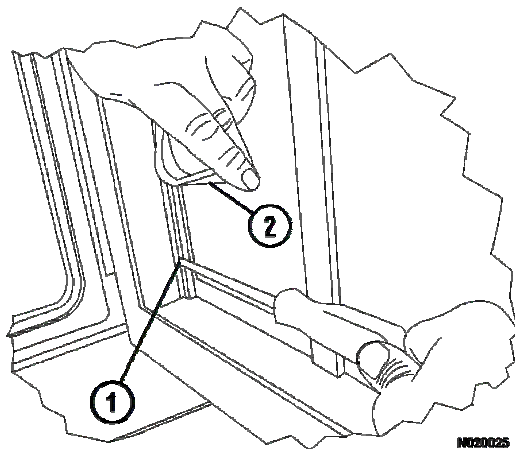
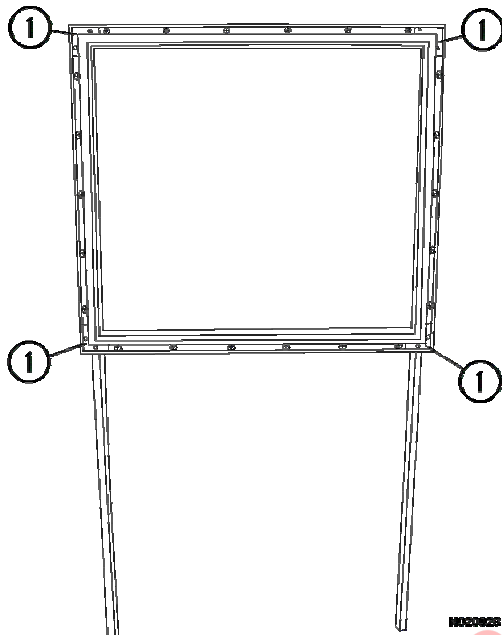

FIGURA 2-10
FIGURA 2-13
9. Saque el perno del extremo inferior de las canales de la ventana. Es necesario sacar el inserto de fieltro de goma (2, Figura 2-10) de la canal para poder sacar los pernos.
13. Antes de instalar un vidrio nuevo, inspeccione el marco de la ventana. En cada esquina hay un soporte en "L" (1, Figura 2-13) con dos pernos que sostienen las esquinas del marco. Inspeccione los pernos para asegurarse que estén apretados. Asegúrese también que el inserto de fieltro de goma (2, Figura 2-10) en las canales de la ventana esté en buen estado. Si es necesario, reemplácelo.
17. Instale los pernos (1, Figura 2-10) que aseguran el marco de la ventana al marco de la puerta.